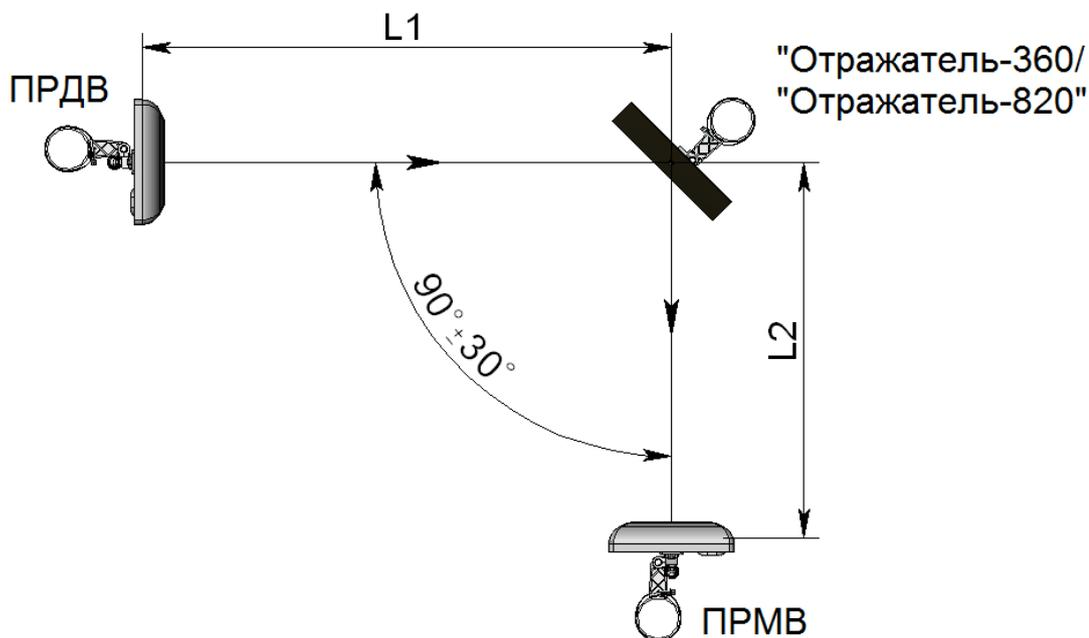

Рисунок 14.1
14.2 При работе с «Отражателем-360» суммарная длина зоны обнаружения  $L1+L2$  (где  $L1$  – расстояние между ПРДВ и отражателем,  $L2$  – расстояние между отражателем и ПРМВ, см. рисунок 14.1) не должна превышать: